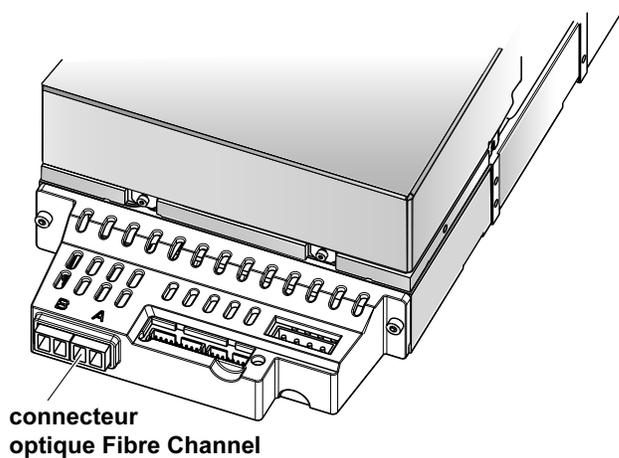

Figure 11. Connecteurs optiques FC à l'arrière du lecteur FC LTO-1 interne
2. Reliez le câble d'interface à l'un des deux connecteurs d'interface optiques LC situés à l'arrière du lecteur (appelés A et B sur la figure 11, page 27).